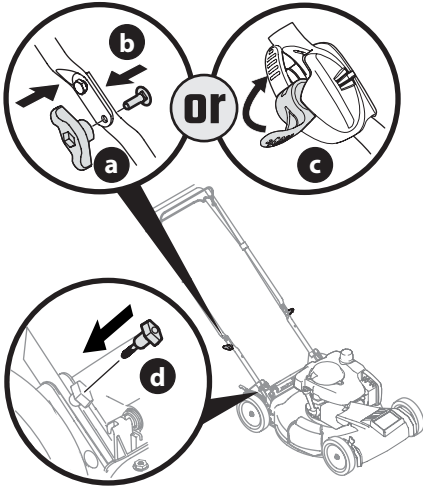

Figure 4
5. Remplacez les boutons étoile ou les écrous papillon (a) et les boulons de carrosserie (b) retirés à l'étape 2 dans les trous de la partie inférieure du guidon ou placez les loquets (c) dans la position de verrouillage. Voir Figure 4.
6. Insérez les boulons à oreilles (d), retirés à l'étape 4, dans les supports du guidon et dans la partie inférieure. Voir Figure 4. Serrez bien les boulons pour fixer le guidon.